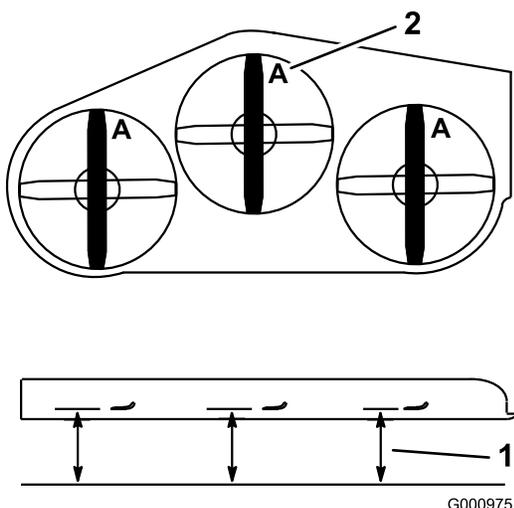

Figure 15
2. Mesurez la distance entre la surface plane et le tranchant (position A) des lames (Figure 15).